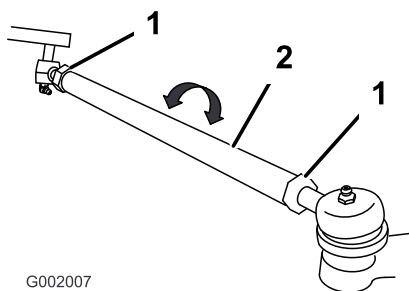

図 61
- 前後の測定値の差が所定範囲にない場合、タイロッド両端のジャムナットを外して調整を行う（図 61）。